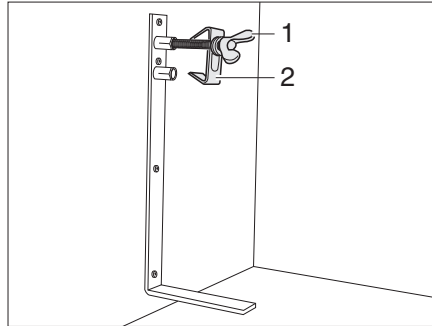

Fig. 169 Soporte para rueda de repuesto
- Soltar el tornillo (Fig. 169,1) y quitarlo junto con el centrador (Fig. 169,2).